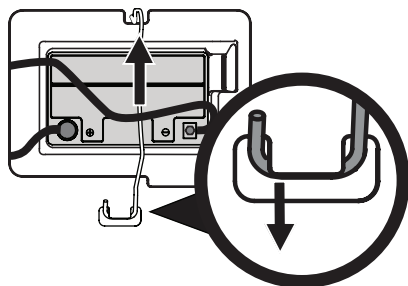

Figura 13
NOTA: el mazo de cables debería colocarse sobre la parte superior de la barra de sujeción de batería. De no ser así, el mazo de cables podría resultar dañado (Figura 13 en la página 43).
3. Extraiga la barra de sujeción de la batería empujando el extremo de acoplamiento hacia afuera de la lengüeta de la tapa de protección que está a la derecha de la batería. Luego levante la barra de sujeción de la batería para liberar la batería (Figura 13).